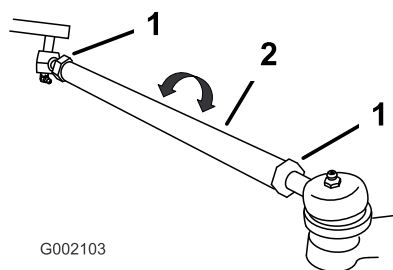

図 39
2. 前後の測定値が適正値から外れている時には（適正値はこの項の一番最初に示されている）、タイロッド両側のジャムナットをゆるめる（図 39）。